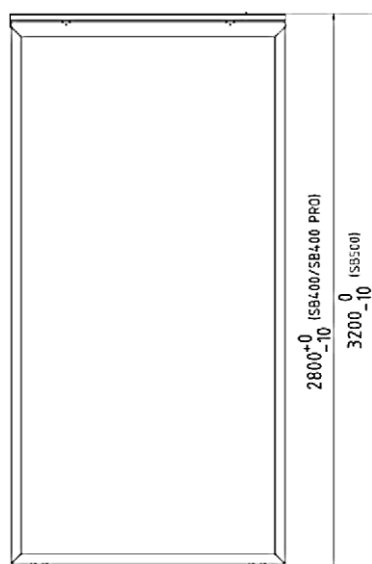

Abb. 1.
1. Überprüfen Sie die Nivellierung der oberen Unterkonstruktion für die Befestigung der oberen Führung von Slide. Der Abstand zwischen den Untergründen für die Befestigung der unteren Führung und der oberen Führung sollte nicht mehr betragen als 3.200 mm (Abb.1).